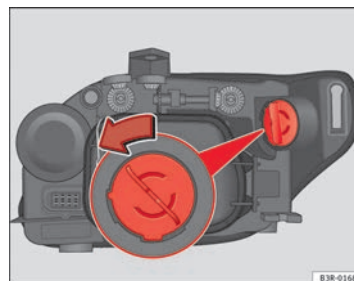

Fig. 207 Lámpara luz intermitente
- Gire el portalámparas en el sentido contrario a las agujas del reloj asíéndolo por el empuñadura → fig. 207 y extraiga el portalámparas y la lámpara.